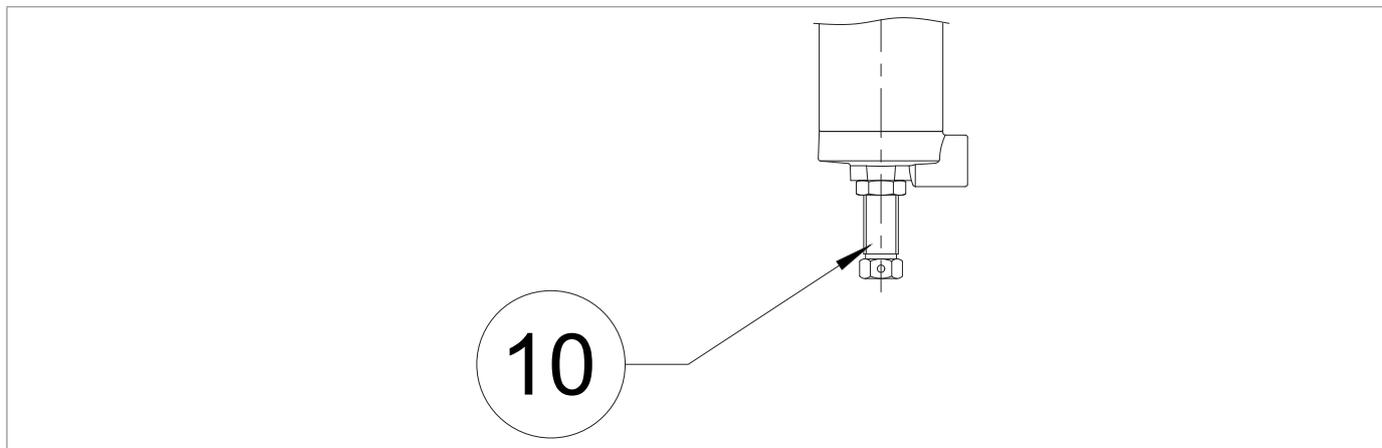

Рис. 8.12. Экспериментальная калибровка серии 300
2	Полностью отверните крепежную гайку и регулировочный винт (Рис. 8.12, арт. 10) пилота (3), чтобы снять напряжение с пружины.
11	Блокировать регулирующий винт и крепежную гайку (Рис. 8.12, дет. 10) пилота (3).